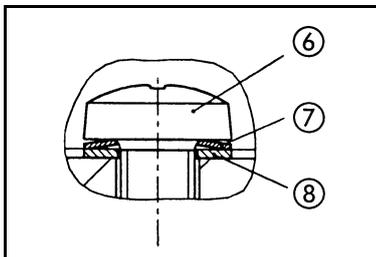

Abb. 16: Anordnung und Ausrichtung von Tellerfeder (7) und Scheibe (8) an Schraube (6)
1. Kopfplatte (9) auf die Zwischenplatten (10), (13) und (14) auflegen entsprechend den Filzstiftmarkierungen.
2. Die drei Schrauben (6) der Kopfplatte (9) vorsichtig leicht handfest anziehen (Anzugsmoment: 0,6 Nm).
**i** Zur Anordnung und Ausrichtung von Tellerfeder (7) und Scheibe (8) der Schraube (6) siehe Abb. 16.
3. Kopfabdeckung (3) auf Pumpengehäuse (17) aufsetzen.
4. Die neun Schrauben (2) der Kopfabdeckung (3) zunächst leicht anziehen: zunächst die Schrauben der mittleren Pumpenstufe, dann die rechten und anschließend die linken Schrauben.
5. Nun die neun Schrauben (2) fest anziehen (Anzugsmoment: 6 Nm), dabei mit den inneren Schrauben beginnen und nach außen fortfahren.
6. Die beiden seitlichen Abdeckungen (4) wieder montieren.
7. Die beiden Schrauben (1) an Kopfabdeckung (3) anziehen (Anzugsmoment: 5 Nm).